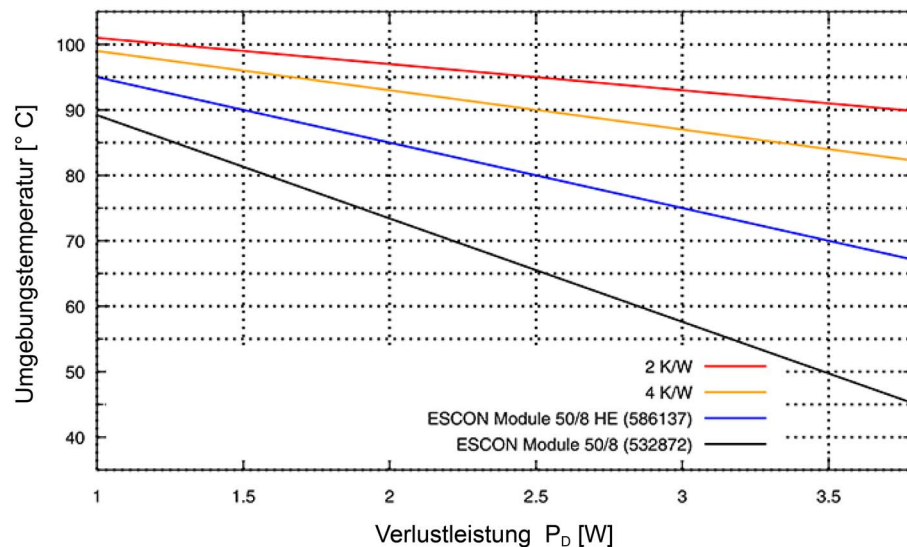

Abbildung 2-2 Derating Umgebungstemperatur / erforderlicher Kühlkörper
Erweiterter Bereich ^{*1)}	6'000...10'000 m MSL Derating: Umgebungstemperatur (→ Abbildung 2-2) abzüglich 11 °C
- 3) → **Abbildung 2-2**